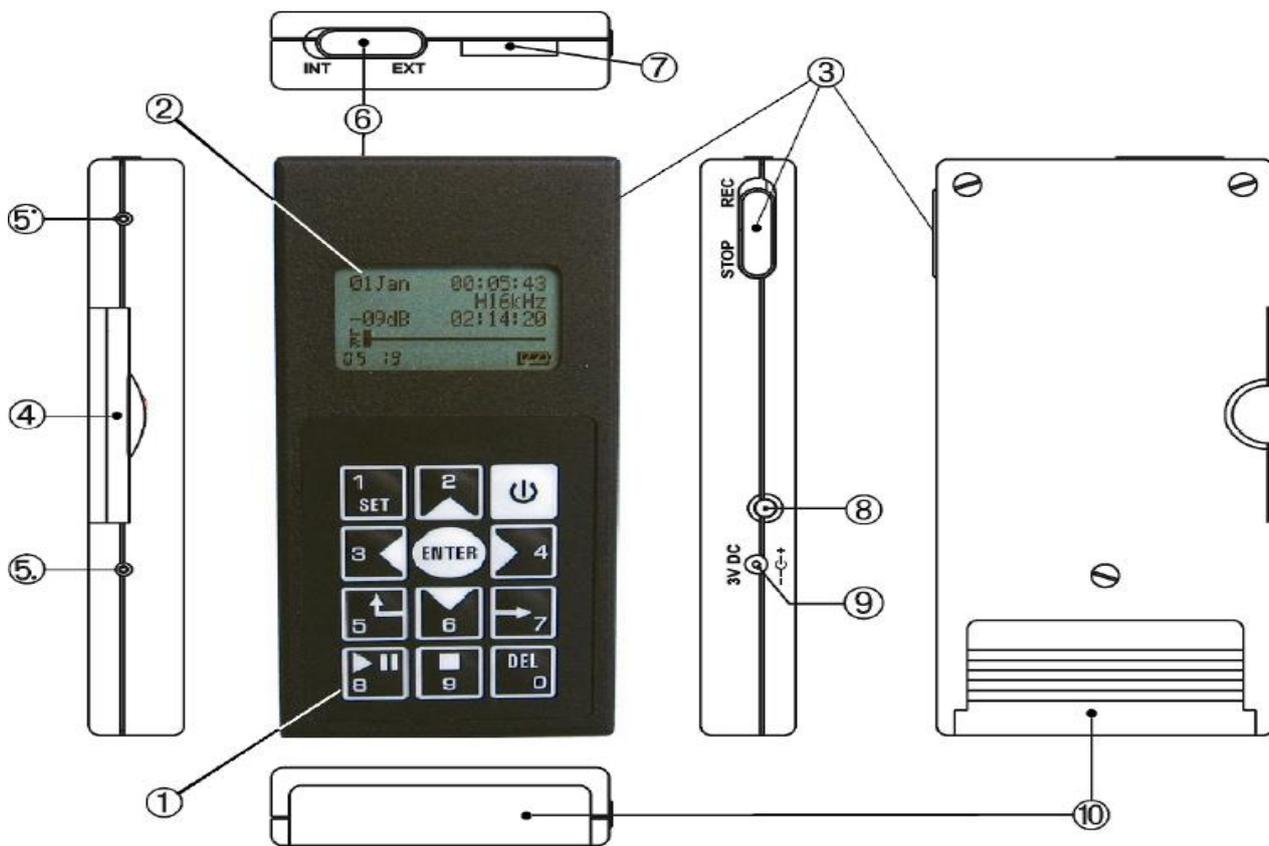

Рис. 27. Внешний вид диктофона «Гном-2М»
Внешний вид и органы управления диктофона изображены на рис. 27.
5. Произведите запись фразы, в которой озвучьте установленные параметры. Для этого установите переключатель 6 (рис. 27) в положение INT (Встроенный микрофон), а переключатель 3 (рис. 27) в положение REC. По окончании звукозаписи передвиньте переключатель «REC – STOP» в положение STOP.
15. Подключите микрофонную гарнитуру в гнездо 7 (рис. 27). Если во время звукозаписи будут использованы внешние микрофоны, то переведите переключатель микрофонов 6 (рис. 27) в положение «EXT». Расположите гарнитуру так, чтобы исключить воздействие вибрационных и ударных нагрузок, трение о другие предметы и ткань одежды.
20. Предъявите работу преподавателю. Затем удалите записанные фрагменты. Нажмите клавишу , выберите необходимую фонограмму с помощью клавиш  и нажмите клавишу DEL. Для подтверждения удаления фонограммы нажмите ENTER. Для быстрого удаления всех фонограмм из установленной в диктофоне карты памяти нажмите кнопку 8 (рис. 27).